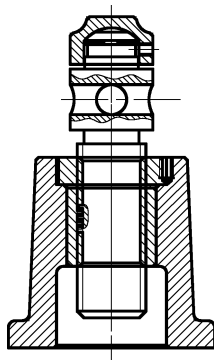

图 11-55 移动顶盖示例
4) 选择“修改”面板→“移动”命令，选择顶盖的视图，沿轴线指定基准；利用捕捉“交点”的功能，选择底座轴线上的目标点，按〈Enter〉键，结束“移动”命令，绘制结果如图 11-55 所示。